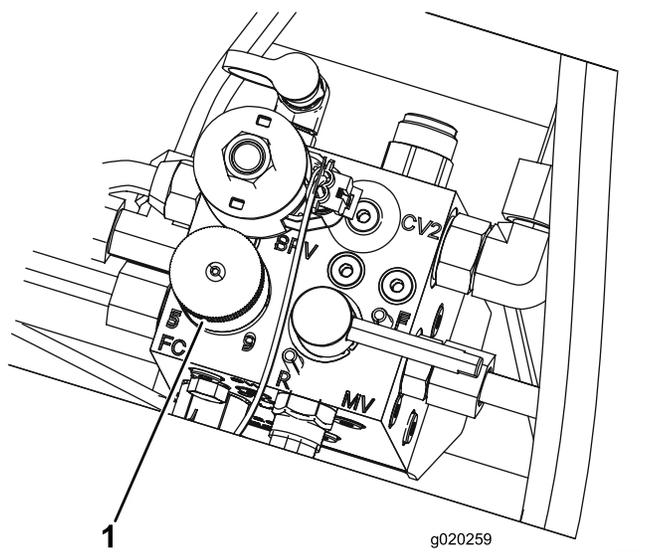

図 34
- リールの速度を設定するには、ノブ 図 34 を回して、ノブの矢印を、所定の番号に合わせます。